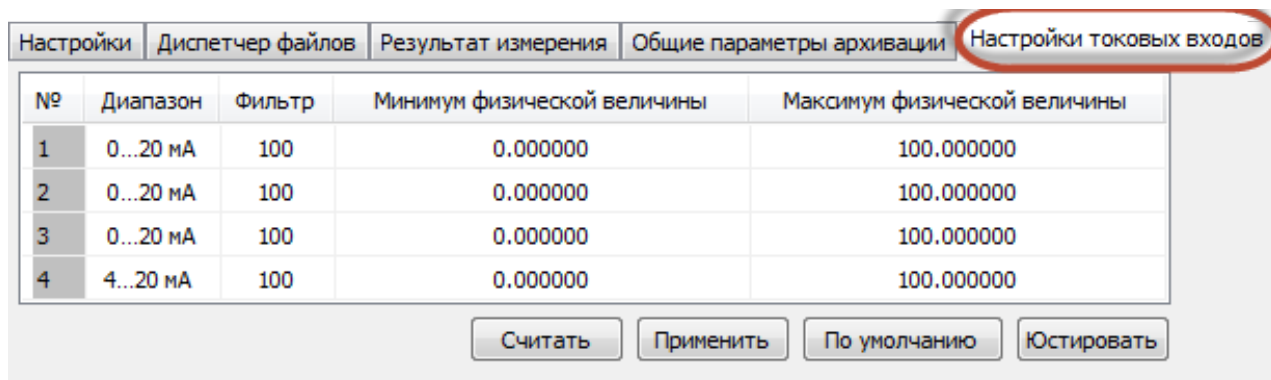

Рисунок 1.13
1.18. Параметры измерителей находятся во вкладке «Настройки токовых входов», смотри рисунок 1.13